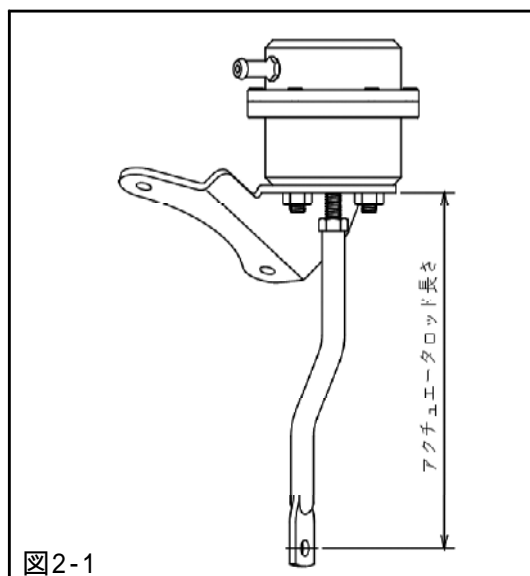

図2-1
アクチュエータロッド長(図2-1)が短くなるようにターンバックルを回転させると過給圧が上がる
アクチュエータロッド長(図2-1)が長くなるようにターンバックルを回転させると過給圧が下がる
- ・スプリングを交換した場合、「スイングバルブ開き始めの圧力」と「アクチュエータロッド長さ」の関係が変わります。スイングバルブ開き始めの圧力を確認しながら過給圧の調整を行なってください。(図2-1)
(2) アクチュエータロッドを引っ張らずにターボチャージャAssyに取付けられる長さにターンバックル(ロッドアクチュエータ, ロッドエンド)を調整してください。
(3) (2)であわせた長さからネジ1回転分短くなる方へ、アクチュエータロッドを回転させてください。